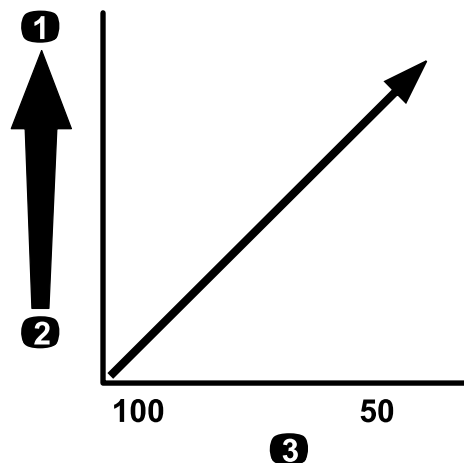

**Figura 16**
**Importante:** Quando pulveriza com soluções ou químicos de maior viscosidade (mais espessos) com pós solúveis, talvez precise de utilizar uma rede de filtro mais grossa para o filtro do bico opcional; consulte Figura 16.